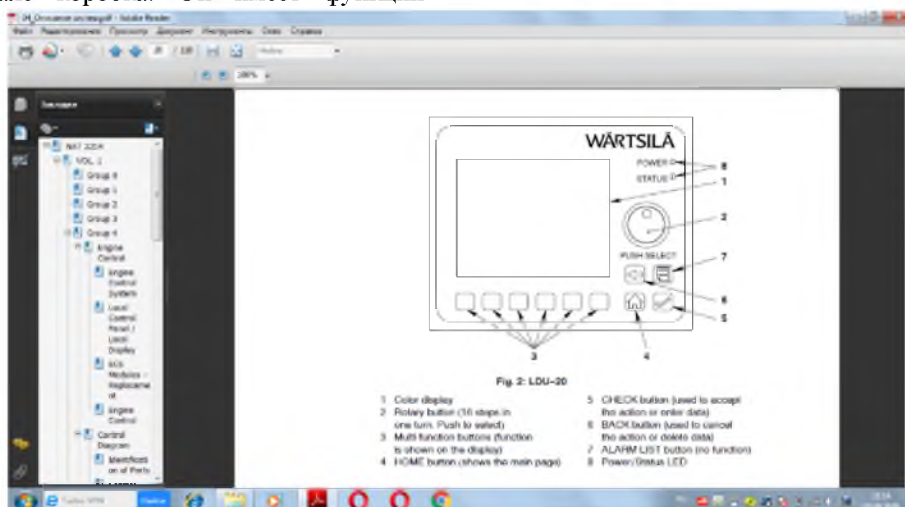

Рисунок 1 – Схема локального дисплея LDU -20 управления двигателем W-X:
- два локальных дисплея (LDU -20, рисунок 1). Один LDU-20 установлен на локальной панели управления в носовой части двигателя. Другая панель LDU-20 – в ЦПУ (ECR). Внешние системы управления передают данные на LDU-20. Все LDU-20 предоставляет оператору графический интерфейс пользователя для доступа к данным и системным настройкам [8];
- один модуль ввода / вывода (IOM-10) (2), установленный на блоке направляющих в терминале коробка. Он имеет функции